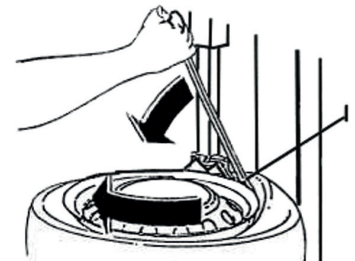

Bild 17
- Heben Sie den Reifen mit einem speziellen Reifenmontier-eisen an, indem Sie es mit der Hebelseite in den Reifenwulst einhaken. (Bild 17)